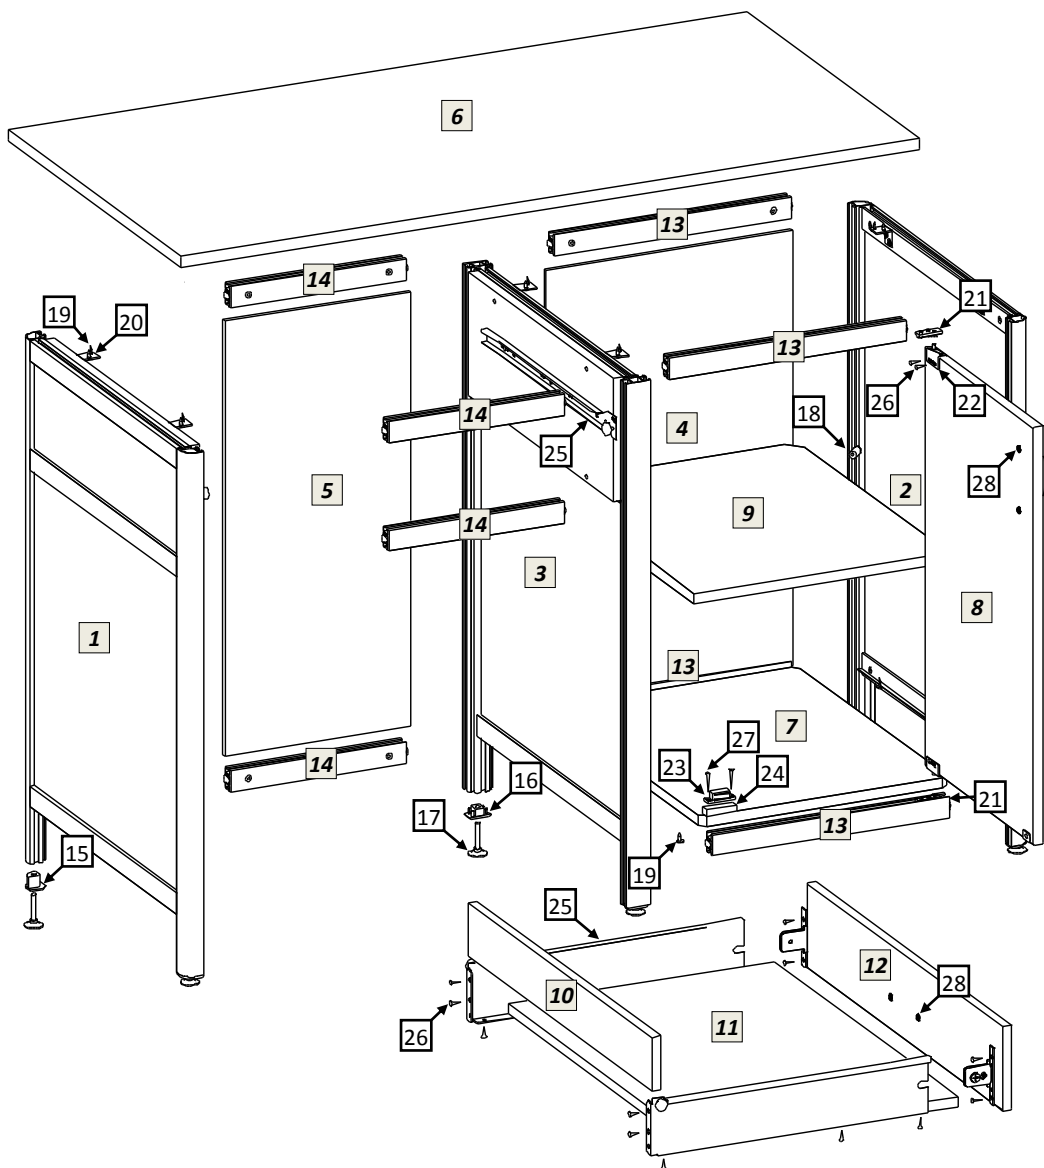

рис.1
- 5.1 Распаковав стол, внимательно ознакомьтесь со схемой сборки, изображённой на рис.1. Согласно позициям на схеме и комплекточной ведомости определите расположение деталей в изделии и порядок их сборки. Сборка производится на ровном полу, укрытом материалом, предотвращающим повреждение покрытия пола и деталей мебели. Подготовьте необходимые для сборки инструменты – плоскую и крестовую отвёртки, молоток, рулетку или линейку, гаечный ключ 12мм для регулировки опор, шуруповёрт.